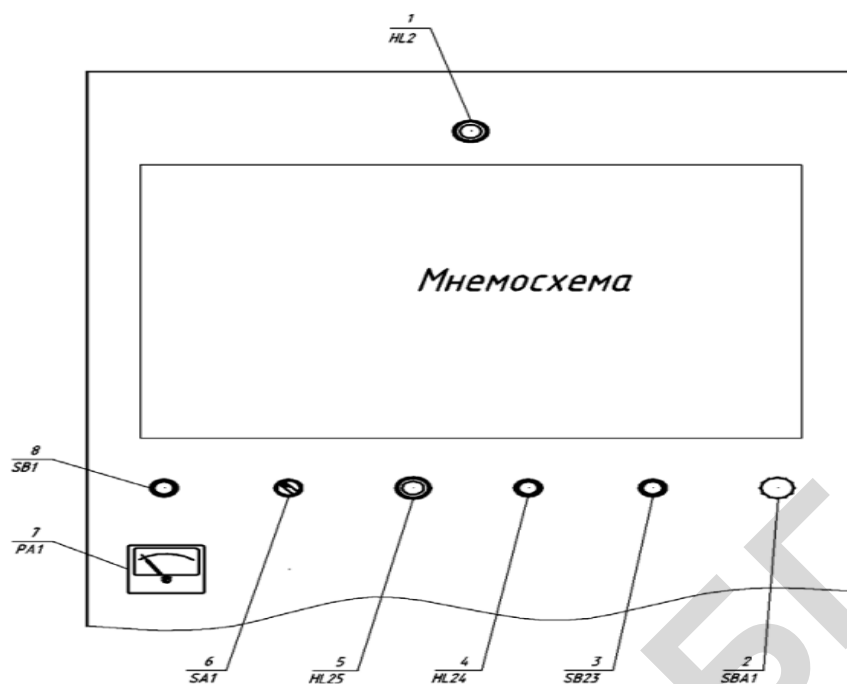

Рис. 1.12. Электрощаф управления 2:
Поставить переключатель 6 «РЕЖИМ» (рис. 1.12) в положение «РАБОТА».
Подать напряжение на шкаф управления, о чем будет свидетельствовать свечение индикатора 1 (рис. 1.12) «СЕТЬ».
Нажать кнопку 3 (рис. 1.12) «ТЕСТ» и убедиться в исправности светодиодов мнемосхемы. Все светодиоды должны «гореть».
Включить цепи управления шкафа, для чего необходимо нажать кнопку 8 (рис. 1.12) «ЦЕПИ УПРАВЛЕНИЯ» на панели шкафа.
- заполнить зерном сушилку СЗК-15, для чего в следующей последовательности включить (рис. 1.12, 1.13): норию загрузки сушилки 6; машину предварительной очистки зерна 5; норию загрузки машины предварительной очистки 2; приемно-подающее устройство 1 (нажимая на пульте управления соответствующие клавиши «ПУСК (I)» зеленого цвета на двухклавишных пультах), о достижении зерном нижнего и верхнего уровней в бункере сушилки будет свидетельствовать загорание соответствующих индикаторов SL, при этом автоматически отключится приемно-подающее устройство 1;
- если температура зерна достигла установленной, то необходимо включить машину первичной очистки зерна 9, норию выгрузки сушилки 8 и норию загрузки бункера 2 (10). Ручным клапанам выгрузного устройства сушилки обеспечить ее выгрузку;
- заполнить зерном сушилку СЗК-15, для чего в следующей последовательности включить (рис. 1.12, 1.13): норию загрузки сушилки 6; машину предварительной очистки зерна 5; норию загрузки машины предварительной очистки зерна 21; приемно-подающее устройство 1 (нажимая на пульте управления соответствующие клавиши «ПУСК (I)» зеленого цвета на двухклавишных пультах). О достижении зерном нижнего и верхнего уровней в бункере сушилки будет свидетельствовать загорание соответствующих индикаторов SL, при этом автоматически отключится приемно-подающее устройство 1;